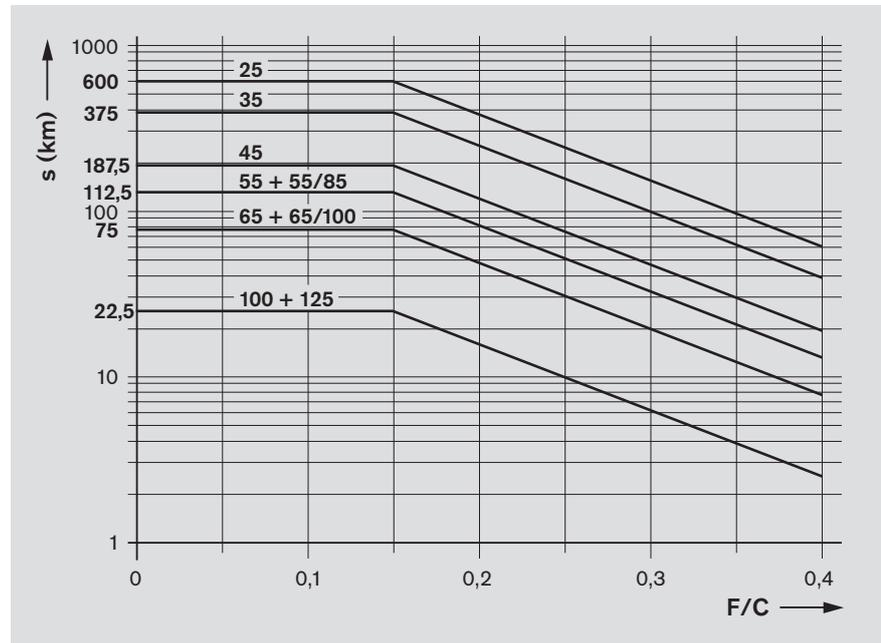

Figura 10
- Introducir por la conexión de lubricación la cantidad mínima según la tabla 7 hasta alcanzar el intervalo de relubricación (figura 10).
La frecuencia de lubricación surge así de la división entre el intervalo de relubricación (según figura 10) con la cantidad de impulsos determinados (ejemplo del dimensionado de la página 163).
- Introducir por la conexión de lubricación la cantidad mínima según la tabla 8 hasta alcanzar el intervalo de relubricación (figura 10).